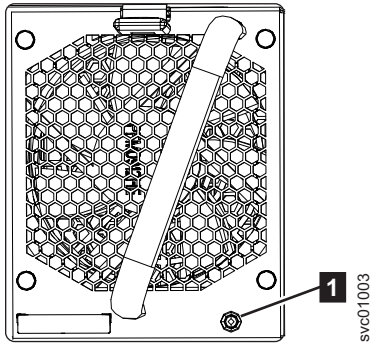

Figure 109. Voyant du module de ventilation
1. Identifiez le module de ventilation à remplacer. Lorsqu'il est allumé, le voyant orange à l'avant du module de ventilation (**1**) dans la figure 109) identifie un défaut.